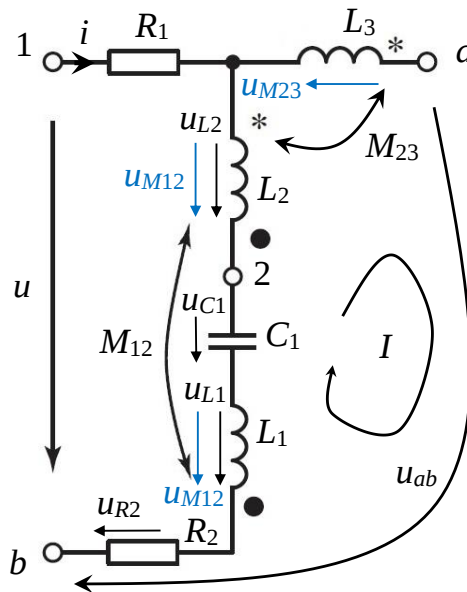

Рис. 2. Нахождение напряжения на участке электрической цепи
3. Определим комплекс напряжения $\underline{U}_{ab}$ на участке электрической цепи между узловыми точка «a» и «b». Необходимо применить II закон Кирхгофа для выделенного контура, где указаны направления напряжений на участках цепи согласно условно принятому направлению тока. Как видно (рис. 2), количество напряжений в выделенном контуре равно восьми, которые все включены в уравнение (формула 6):